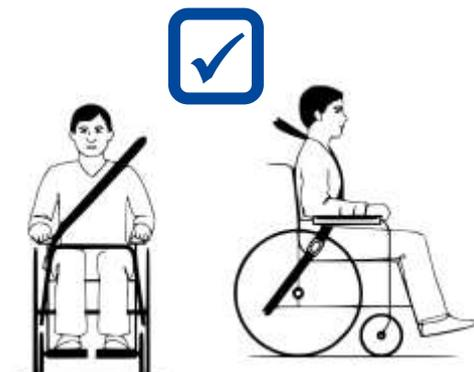

Abbildung 7 Gurt korrekt angelegt
7. Achten Sie darauf, dass die Schultergurte über den Schultern liegen, siehe Abbildung 7.